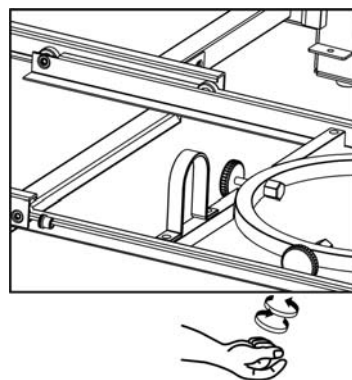

Figura 7
6. Apriete las perillas roscadas (G) que hay en la charola del tanque (Figura 7), de manera que el tanque de gas LP no se pueda mover de un lado a otro. No quite la tapa plástica del extremo de la sección roscada.